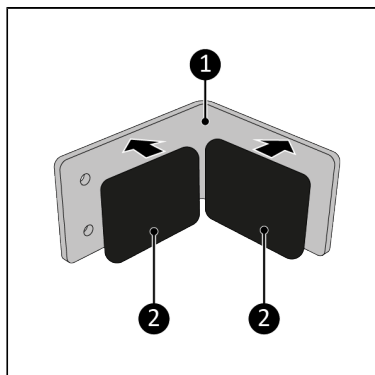

Figura 56.
5. Lipiți cele două spume antiderapante de 40 x 45 mm (Figura 56, nt. 2) pe interiorul părții superioare a suportului (Figura 56, nt. 1). Asigurați-vă că spuma antiderapantă acoperă ambele orificii pentru șuruburi. Acest lucru va preveni deteriorarea ramei ferestrei în timpul instalării.